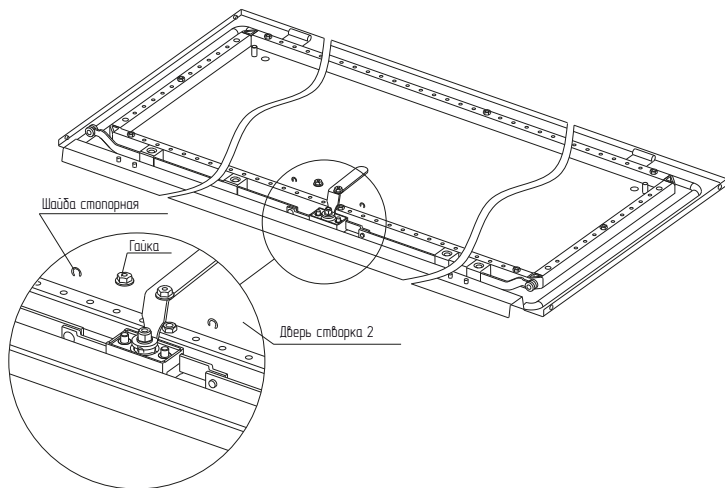

Рисунок 1
4.1.2 Установить замок на шпильки створки 2 двери, закрепить гайками М6 из комплекта, момент затяжки 4 Н·м, надеть ригели двери на направляющие замка и закрепить шайбами стопорными (рисунок 1).